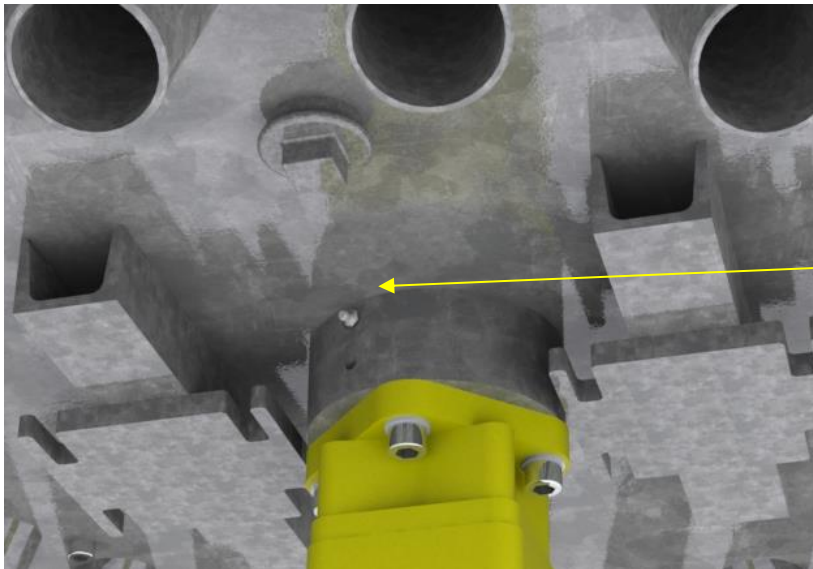

Abbildung 7: Nippel täglich einfetten
- Ersetzen Sie alle Dichtungen jährlich. (Montagerichtung beachten; siehe Abbildung 7 auf der nächsten Seite.)
- Aus den Lec Kanälen in Abbildung 7 tritt Öl aus
- Aus den Leck Kanälen in Abbildung 7 tritt Gülle aus